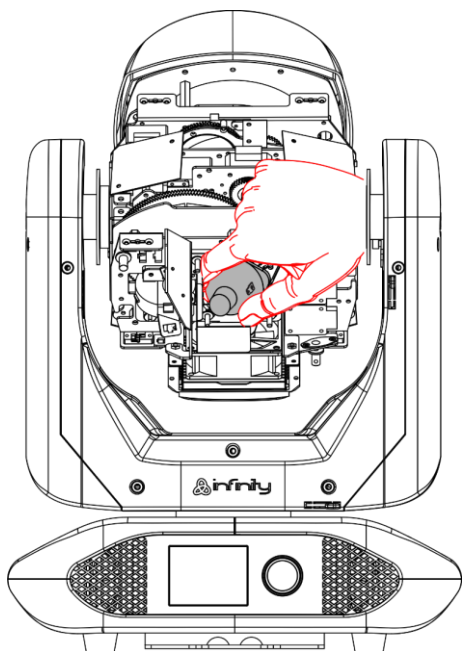
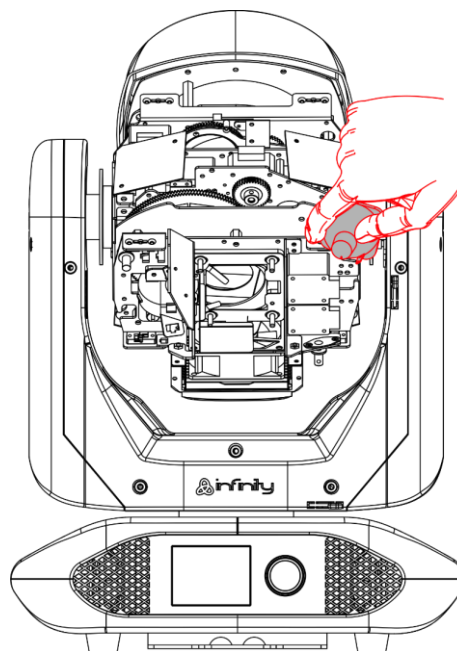

Fig. 05
Fig. 06
07) Girare la lampada con attenzione fino a toglierla dal dispositivo, quindi estrarla (Fig. 05 e Fig 06).